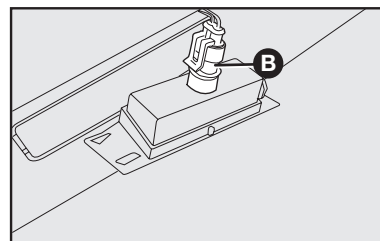

fig. 59
2) Retirar a lâmpada de sua sede **B**-fig. 59 e substituí-la.